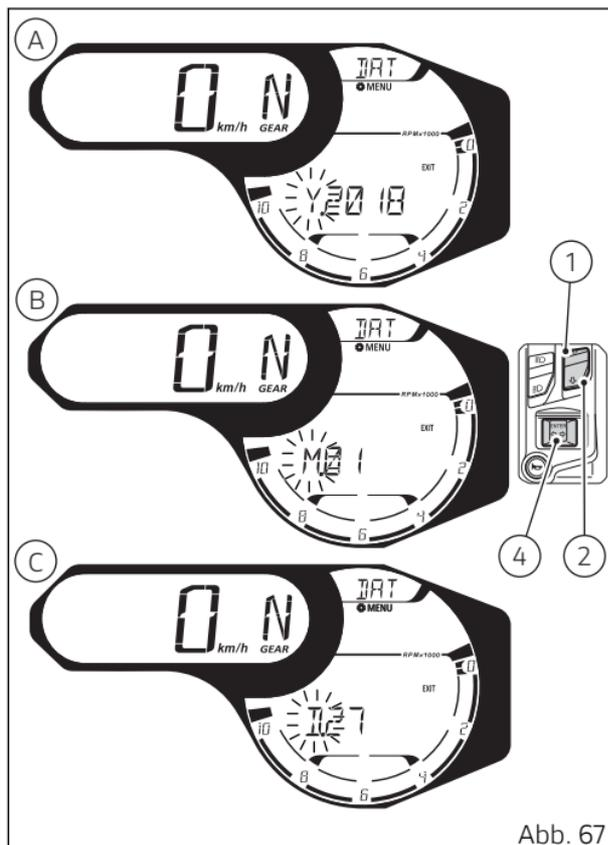

Abb. 67
Über die Tasten (1) und (2) die blinkende Angabe „Y.“ (A, Abb. 67) wählen und die Taste (4) drücken.
Wurde der gewünschte Wert erreicht, die Taste (4) drücken, dann wird die eingestellte Jahresangabe permanent angezeigt, während die Angabe „Y.“ wieder aufblinken (A, Abb. 67) wird.
Über die Tasten (1) und (2) die blinkende Angabe „M.“ (B, Abb. 67) wählen und die Taste (4) drücken.
Wurde der gewünschte Wert erreicht, die Taste (4) drücken, dann wird die eingestellte Monatsangabe permanent angezeigt, während die Angabe „M.“ wieder aufblinken (B, Abb. 67) wird.
Über die Tasten (1) und (2) die blinkende Angabe „D.“ (C, Abb. 67) wählen und die Taste (4) drücken.
“ wieder aufblinken (C, Abb. 67) wird.